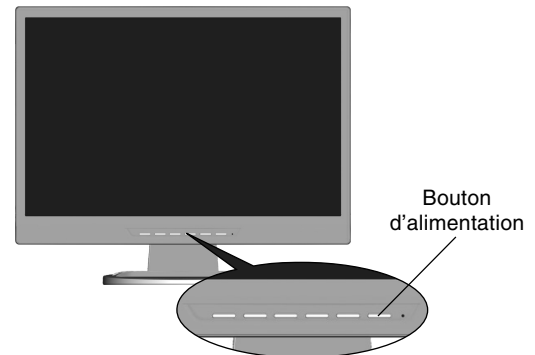

Figure C.1
- Allumer le moniteur avec le bouton d'alimentation situé à l'avant (**Figure C.1**) ainsi que l'ordinateur.